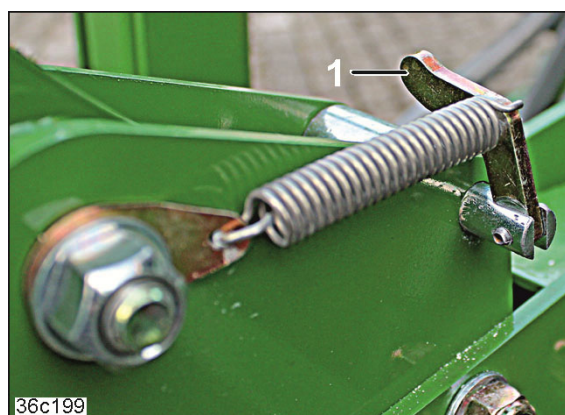

Bild 204
3. Sväng handtaget (Bild 204/1) uppåt.